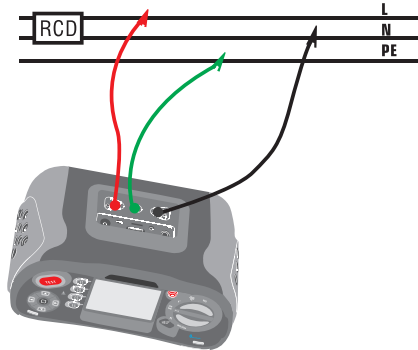

Figura 15 RCD Misurazione-Test Collegamento lead
- 4- Collegare i cavi di prova come mostrato nella Figura 15
- 4- Collegare i cavi di prova come mostrato in Figura 15